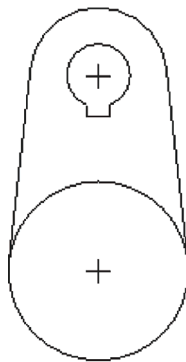

图 4-68 相切约束图元
STEP 04 执行上述操作后, 在绘图区任意位置单击鼠标中键, 即可相切约束图元, 效果如图 4-68 所示。